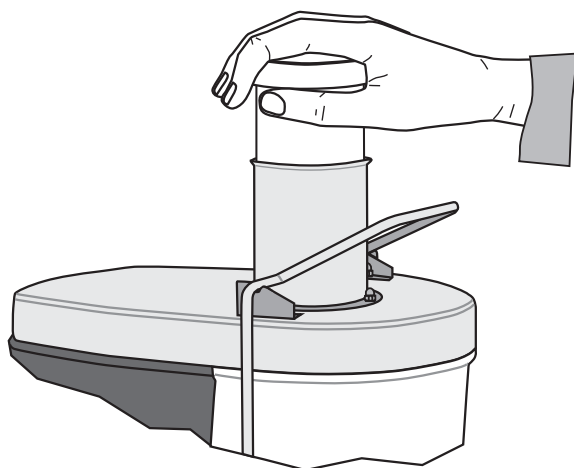

Fig. 6
- 7 Con il motore in movimento introdurre frutta e/o verdura nel tubo di alimentazione. Usando il pestello spingere gradualmente e senza esercitare eccessiva pressione alla frutta e/o alla verdura in fondo al tubo di alimentazione sul disco dentato in rotazione (vedi Fig. 6). Per ottenere più succo spingere sempre il pestello lentamente.